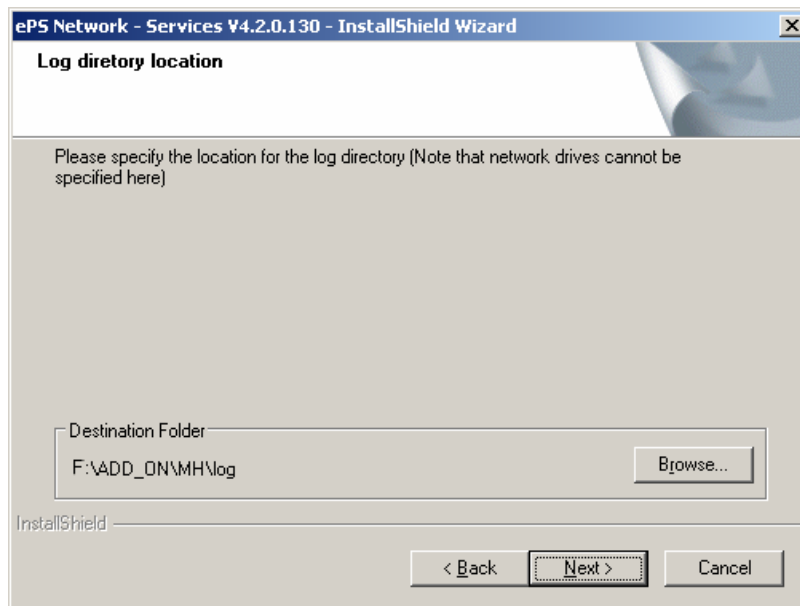

Bild 2-17: Verzeichnispfad
- Verzeichnis Datentransfer und Verzeichnis Protokolldatei → Bild 2-17: Verzeichnispfad